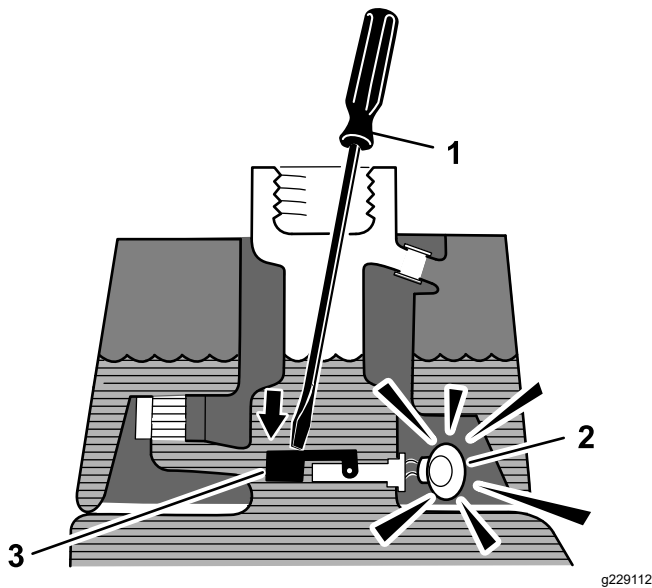

Figura 57
3. Introduzca una varilla o un destornillador limpio en el cuello del depósito y empuje hacia abajo, con cuidado, el flotador del sensor (Figura 57); debe sonar la alarma después de la demora de un segundo.